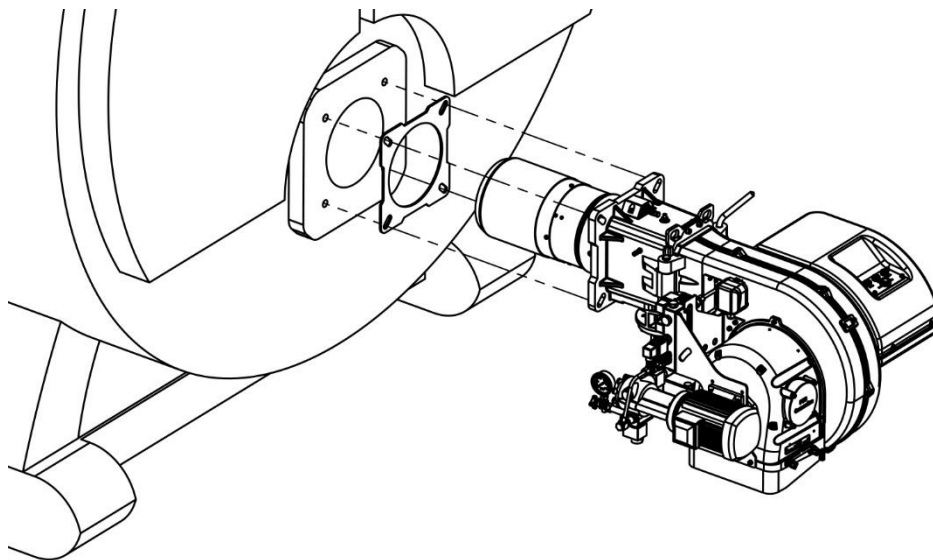

Рис. 15 - Использование прокладки при установке горелки RLGB-MB-255 на котел
- 1- Для подключения к котлу необходимо использовать подходящий изоляционный материал в качестве изолятора между фланцем горелки и котлом, как приведено на Рис. 15.